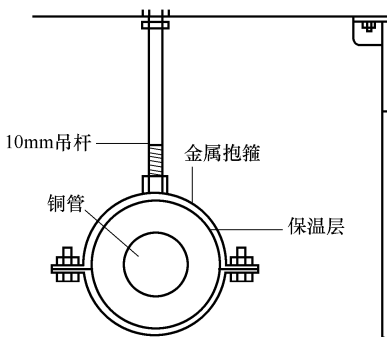
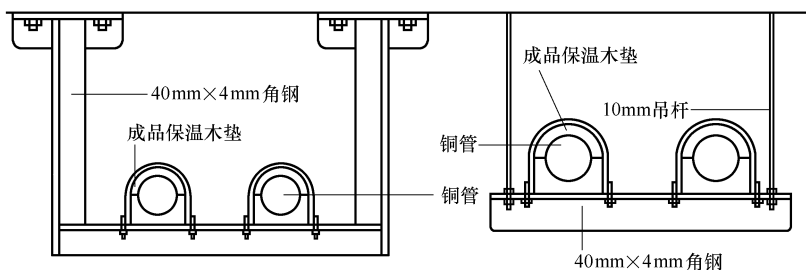

图 3-53 单管吊架做法
图 3-55 成排管道固定支架做法及成排管道普通吊架做法
1) 管道支架形式 (图 3-53~图 3-55)。管径 $\phi 22\text{mm}$ 以下的制冷铜管由于管道较小, 可将成品抱箍设置于保温层外, 以防冷桥产生。而对于管径 $\phi 22\text{mm}$ 及以上的铜管则应采用在管道外侧安装保温木垫 (或 PE 托架) 后采用抱箍固定。对于并排安装的管道可用型钢支架敷设。